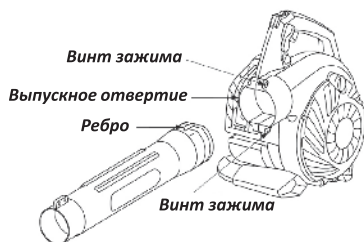

Рис. 2
1. Направьте ребро верхней трубы воздуходува в зажим выпускного отверстия и задвиньте трубу до конца (Рис. 2).